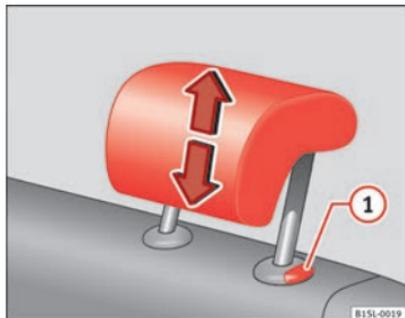

Fig. 31 Regolazione dei poggiatesta posteriori
- Spostare il poggiatesta nella direzione indicata dalla freccia, verso l'alto o verso il basso mentre si preme il tasto ⇒ fig. 31 ① ⇒ ⚠.